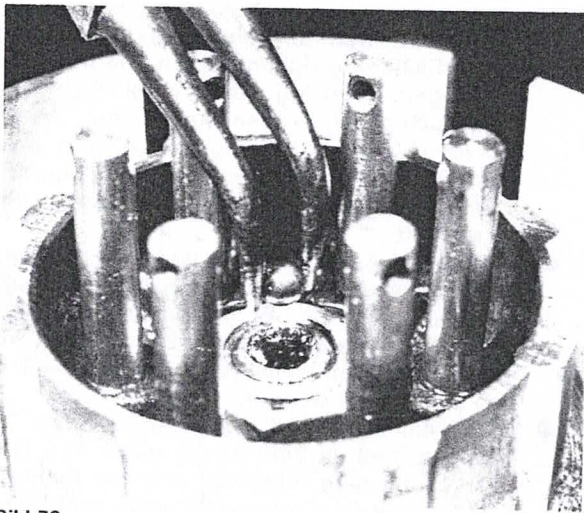
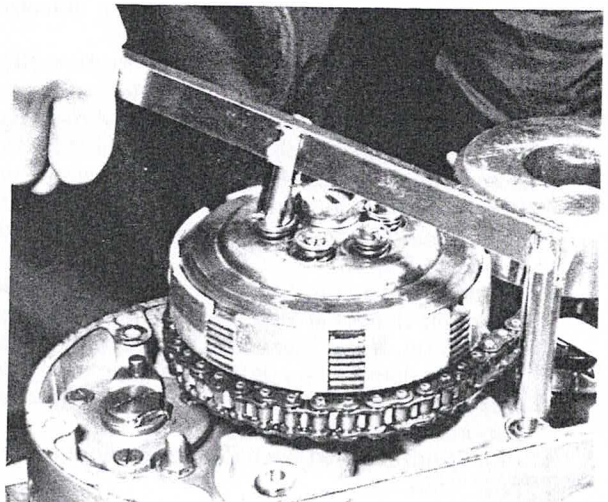

Bild 78
Bild 79
- Die Aussen- und Innenlamellen abwechselungsweise in die Kupplung einlegen, wobei als letzte eine Innenlamelle eingesetzt wird. Die Druckkugel mit steifem Fett am inneren Ende des Druckpilzes befestigen (Bild 78). Den Druckpilz mit der Druckkugel in die hohle Getriebehauptwelle einführen, die Kupplungsdruckplatte auflegen und die Federhülsen und die Federn einsetzen. Eine Kupplungsfeder nach der andern mit dem Spezialwerkzeug zusammendrücken, so dass die Federstifte eingesetzt werden können (Bild 79). Zuerst die Scheiben so auf die Federn legen, dass die Kerbe für den Federstift nach oben zeigt. Die Stifte müssen genau in den Kerben der Scheiben sitzen.